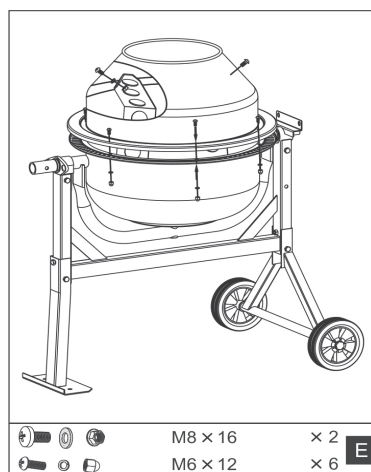

Fig.9
6. Posizionare l'anello di tenuta sulla parte inferiore del tamburo. Quindi, posizionare l'unità tamburo superiore sulla controparte inferiore. Le frecce sui gruppi tamburo indicano il corretto posizionamento delle metà e devono essere rivolte l'una verso l'altra. Le aperture di montaggio delle lame di miscelazione all'interno del tamburo devono essere in linea verticale. In caso contrario, le lame non possono essere montate. Avvitare le due unità utilizzando sei bulloni, rondelle e dadi M6 x12. Quindi avvitare le alette di miscelazione all'unità superiore del tamburo e utilizzare il tipo M8x16 e una rondella di cuoio ciascuna. Serrare tutte le viti (E), Fig.9.